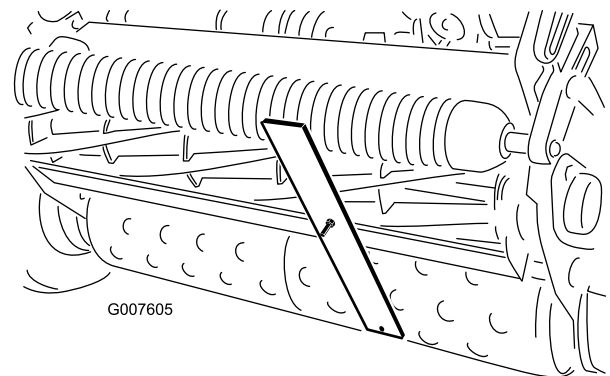

Bild 49
4. Haken Sie den Schraubenkopf an die Schnittkante des Untermessers ein, und stützen Sie das hintere Ende der Leiste auf der Heckrolle ab (Bild 49).